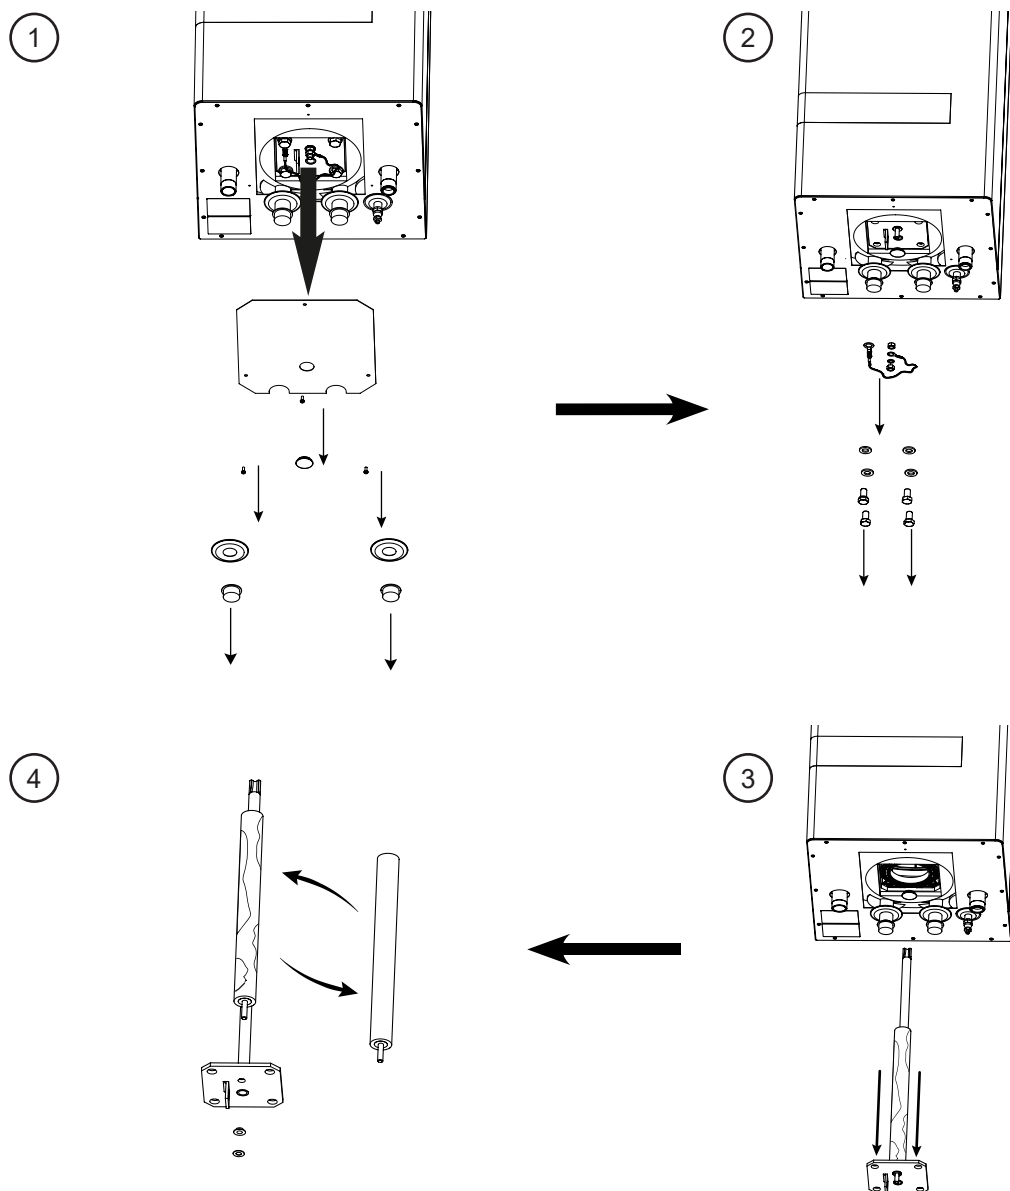

Fig.21 Udskiftning af magnesiumanode i QM 60.
Udskiftning af magnesiumanode i beholderen QM60 (se Fig. 21):
3. Afmontere kabinetets dæksel (Fig. 21 position 1)
4. Løs de fastgørende bolte på beholderens bundflange (Fig. 21 position 2).
5. Fjern jordkablet fra anoden (Fig. 21 position 2).
6. Løs holdemøtrikken på anodens holder og fjern spændeskiven fra holderen (Fig. 21 position 2).
7. Fjern forsigtigt beholderens dækflange med den monterede anode og følerlomme (Fig. 21 position 3).
8. Afmontere anoden fra bundflangen (Fig. 21 position 4).
9. Udskift magnesiumanode med en ny (Fig. 21 position 4).